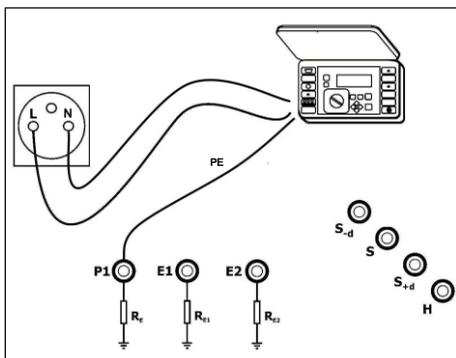

Fig. 12. Conexión del medidor
- conectar el medidor de impedancia del bucle de cortocircuito según Fig.12,